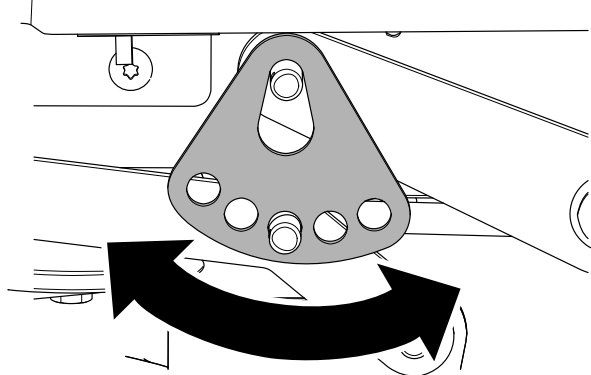

**Figura 70**
6. Îndepărtați tiftul în formă de agrafă i aiba de la tiftul inferior al braului de ridicare (Figura 70).